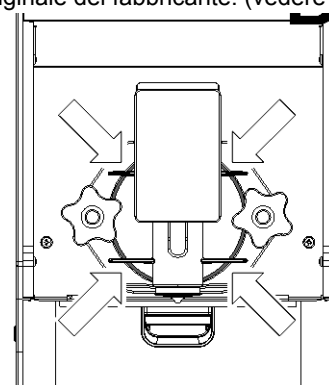

figura 27
- 1 **Ogni giorno:** controllare il distributore e verificare che non ci siano perdite di prodotto dalla guarnizione del gruppo rubinetto. Se si notano perdite, controllare prima di tutto che i componenti siano correttamente montati, quindi verificare che la guarnizione non sia difettosa o usurata, in tal caso sostituirla con ricambio originale del fabbricante. (vedere figura 27)